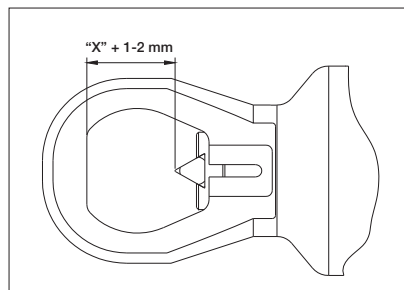

Figure 7
4. Tourner la tête de coupe jusqu'à ce que la distance entre le plat de la tête et le sommet de la lame soit la même que la distance entre l'écrou et le boulon précédemment mesurée lors de l'étape 1 et y AJOUTER 1 à 2 mm (1/16"). Voir figure 7.